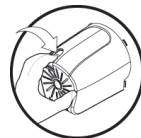

Figura 13
- Para ligar o sistema oscilante, pressionar o botão conforme figura 13.